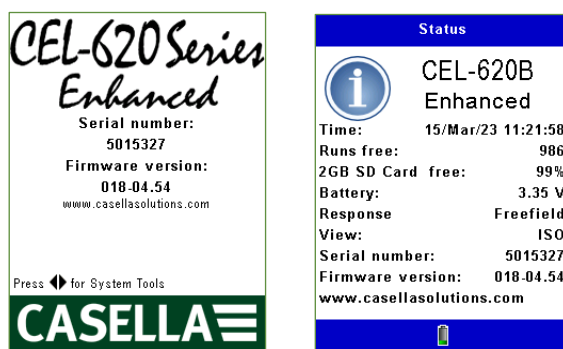
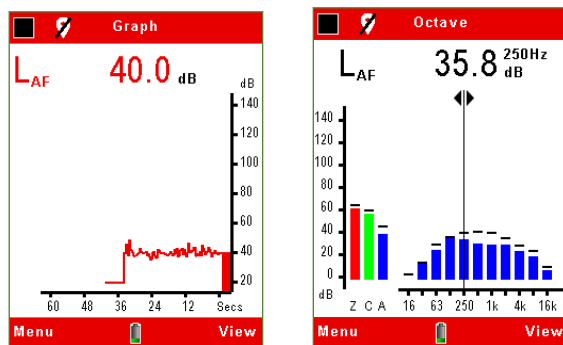

图 5
图 6
2. 在软件初始化过程中，启动和状态屏幕（图 5）将显示固件版本（例如 V018-03 表示固件的第 3 版）和序列号，然后显示下列屏幕（图 6）：